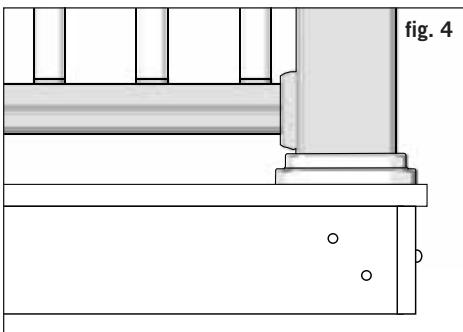

fig. 4
Paso 3: Coloque el poste del riel, ubíquelo con la plomada y el nivel, y sujetelo a la cara interna de la vigüeta. Vuelva a ubicar con la plomada. El poste de la barandilla de 4x4 debe estar atornillado al interior de la vigüeta con dos pernos hexagonales galvanizados de 1/2"x6". Los postes de esquina utilizan un tercer perno hexagonal insertado a través de la vigüeta adyacente (fig. 4).
Paso 5: Recorte los revestimientos para postes de 4x4 a la longitud necesaria. Los revestimientos para postes deben ser 1-1/2" más largos como mínimo que la altura de la barandilla (fig. 4). Ejemplo: para una barandilla de 36" de alto, recorte el revestimiento para postes a un mínimo de 37-1/2" (si desea, lo puede dejar más largo). Deslice un revestimiento para postes recortado en cada poste de la barandilla de 4x4. El revestimiento para postes debe deslizarse fácilmente sobre el poste. NO FUERCE el revestimiento sobre el poste. Las barandillas de 4x4 torcidas o dobladas deben reemplazarse. Deslice un reborde para la base del poste sobre cada revestimiento para postes.